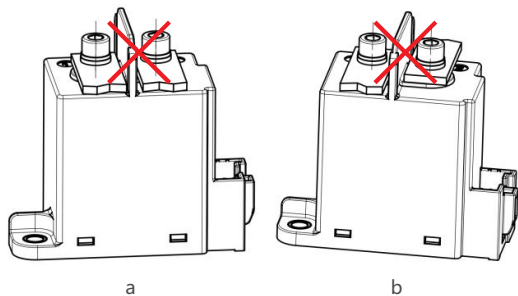
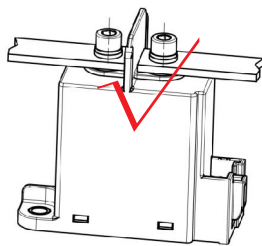

图11 错误安装图
图12 正确安装图
**8.8** 注意连接铜排的厚度和扭矩大小，若不符合下表 8 建议的数值，会造成螺纹滑牙或安装不紧的问题。禁止两铜排按图 11 错误安装，避免高压短路或打火。建议按图 12 方法正确安装。